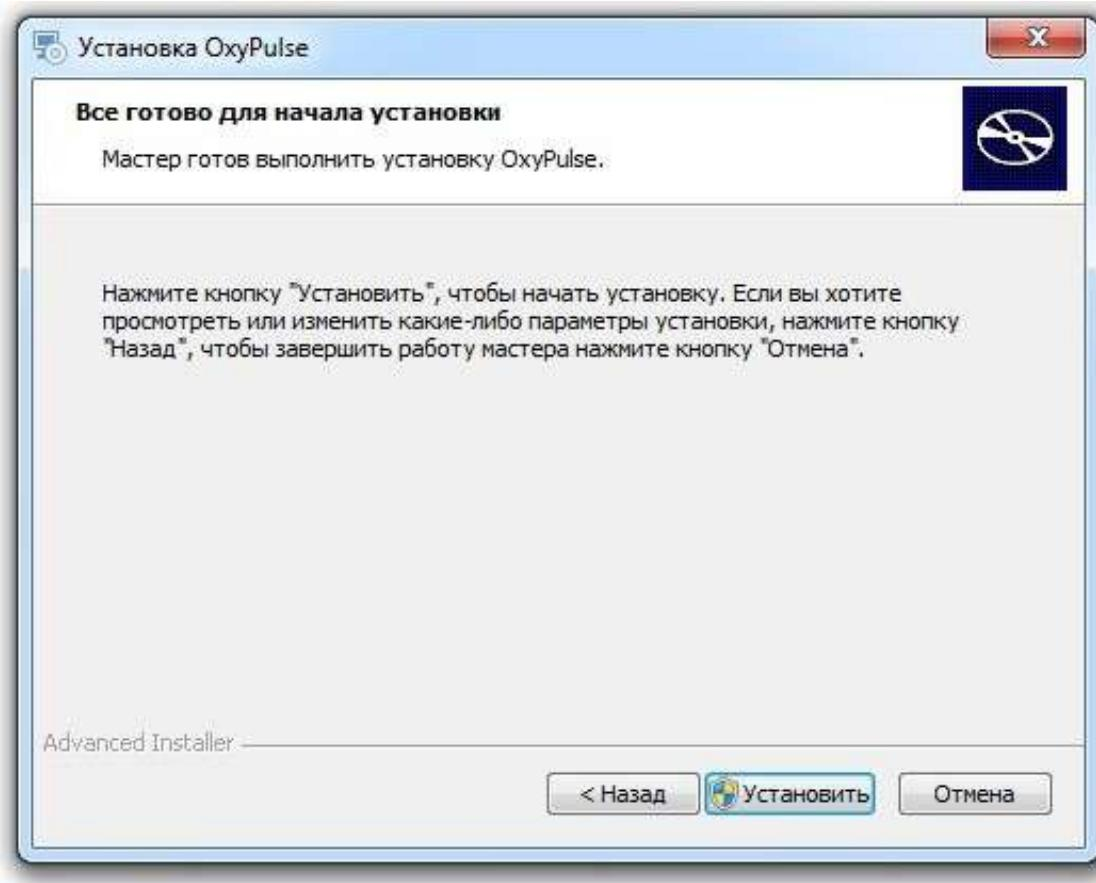

Рисунок 3.5 – Программа установки. Сообщение о начале установки
3.4.1.8 После выбора пути до целевой директории программа установки сообщит о том, что все готово для начала установки (рисунок 3.5). Нажать кнопку «Далее».